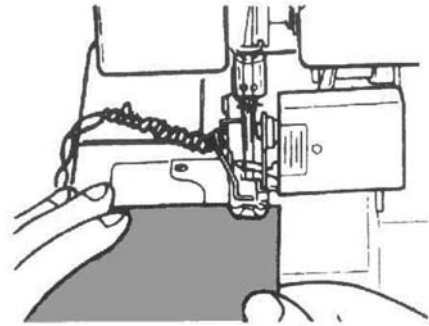

Fig. 51
- Posez le textile par l'avant sous le pied-de-biche 21 et procédez à une couture d'essai (Fig. 51). Surtout, ne tirez pas sur le textile, car vous risquez alors de plier l'aiguille et de la casser.